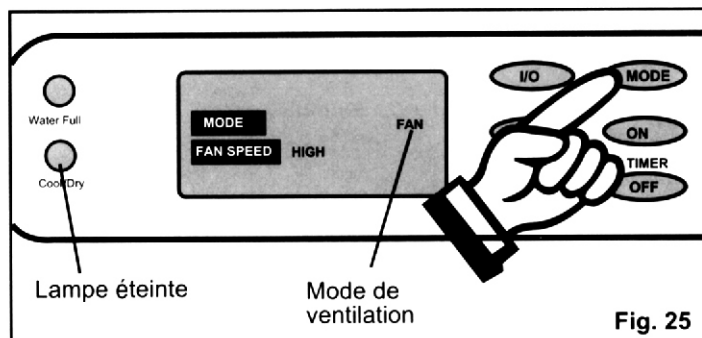

Fig. 25
- 2) Appuyez sur la touche **MODE** jusqu'à ce que le mot **FAN** (ventilateur) soit indiqué sur l'**ACL**. *Fig. 25*. Chaque appui sur la touche **MODE** change le réglage de mode (**Rdfroidissement-deshumidification-ventilation**). Aucune lampe témoin s'allume pendant le fonctionnement du mode de ventilation (ceci est normal).